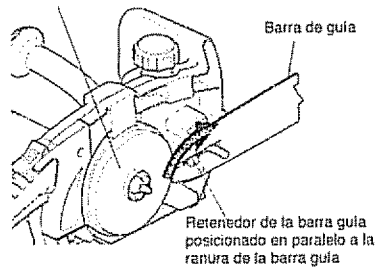

Figura 2 - Desbloqueo del retenedor de la barra guía
3. Gire el retenedor de la barra guía de manera que esté posicionada en paralelo a la ranura de la barra guía (vea la Figura 2).
4. Instale la barra guía sobre el cuerpo de la sierra. Monte la ranura central de la barra guía sobre la tuerca y el retenedor de la barra guía. **Nota:** Asegúrese que el cabezal del retenedor de la barra guía se deslice por la ranura de la barra guía como se muestra en la Figura 2.